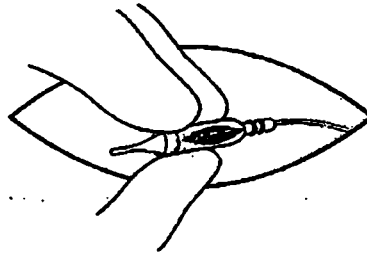

Figura 23. Sujete el extremo con tornillos de la extensión entre el pulgar y dos dedos.
5. Sujete firmemente el extremo con tornillos de la extensión entre el pulgar y dos dedos para evitar que gire (Figura 23).